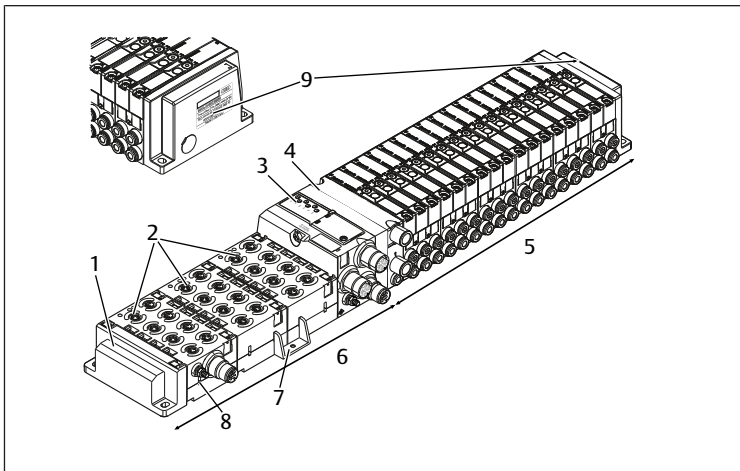
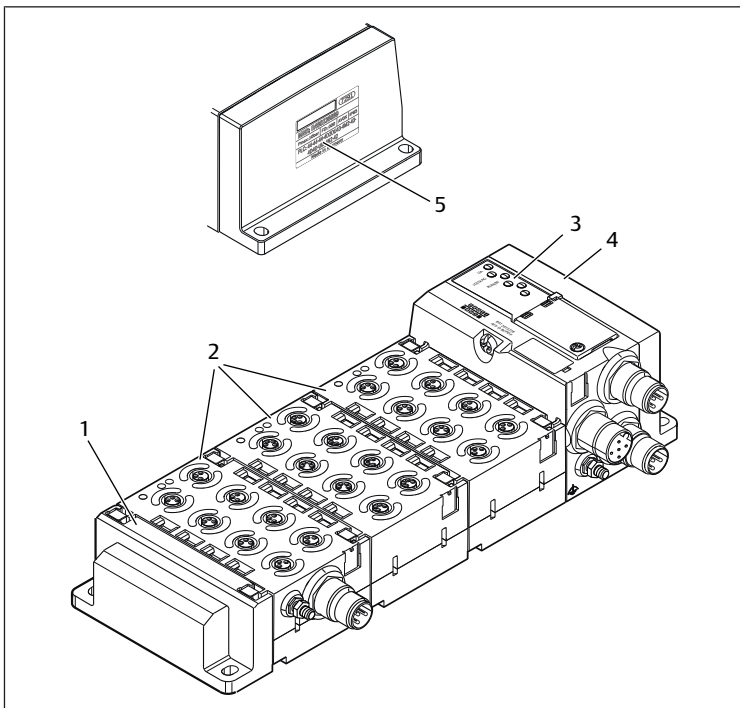

Fig. 1: Unidad formada por válvulas de la serie AV y una unidad AES
Fig. 2: Unidad AES como variante Stand-Alone
- por la derecha con tres tornillos a la placa adaptadora (véase Fig. 1: Unidad formada por válvulas de la serie AV y una unidad AES (4) y Fig. 12: Fijación del acoplador de bus a la derecha) o a la placa final derecha en la variante Stand-Alone (véase Fig. 2: Unidad AES como variante Stand-Alone (4) y Fig. 2: Unidad AES como variante Stand-Alone),
- por la izquierda mediante dos elementos de fijación de resorte a un módulo E/S (véase Fig. 1: Unidad formada por válvulas de la serie AV y una unidad AES (2)) o a la placa final izquierda (véase Fig. 1: Unidad formada por válvulas de la serie AV y una unidad AES (1)).
- por la derecha mediante los dos elementos de fijación de resorte suministrados a un acoplador de bus (véase Fig. 1: Unidad formada por válvulas de la serie AV y una unidad AES (3)) o a otro módulo E/S,
3. En caso dado, retire los ángulos de fijación (véase Fig. 1: Unidad formada por válvulas de la serie AV y una unidad AES (7)) de los módulos E/S.